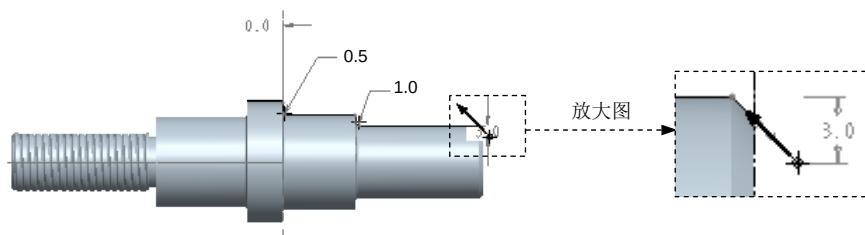

图 10.3.37 截面草绘
Step5. 此时在系统  的提示下，在“区域车削”操控板中单击  按钮，在弹出的菜单中选择  按钮，系统弹出“车削轮廓”操控板。依次单击操控板中的    按钮，系统弹出“草绘”对话框，选取 NC_ASM_RIGHT 基准平面为草绘参考，方向为 **左**，单击  按钮，进入草绘环境。绘制图 10.3.37 截面草绘。